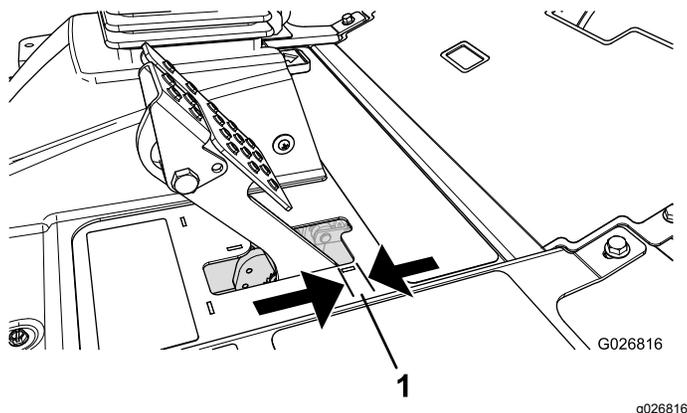

Рисунок 84
Отрегулируйте тормоза, если свободный ход педали тормоза превышает 2,5 см или требуется большее усилие нажатия для торможения (Рисунок 84). Свободный ход — ход педали тормоза до начала ощущения сопротивления.
2. Затяните заднюю гайку, чтобы переместить трос назад так, чтобы свободный ход педалей тормоза до момента фиксации колес составлял от 0,63 до 1,27 см (Рисунок 84).